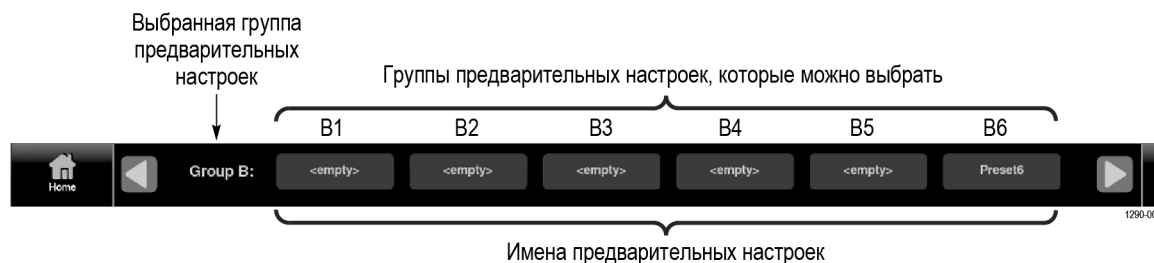

Рис. 27: Элементы управления выбором набора предварительных настроек (выбрана группа B)
- e. При выборе элемента «OK» значение имени группы настроек изменится с **<empty>** на **Preset<номер>**, где <номер> означает положение набора предварительных настроек в группе. (См. рис. 27.)